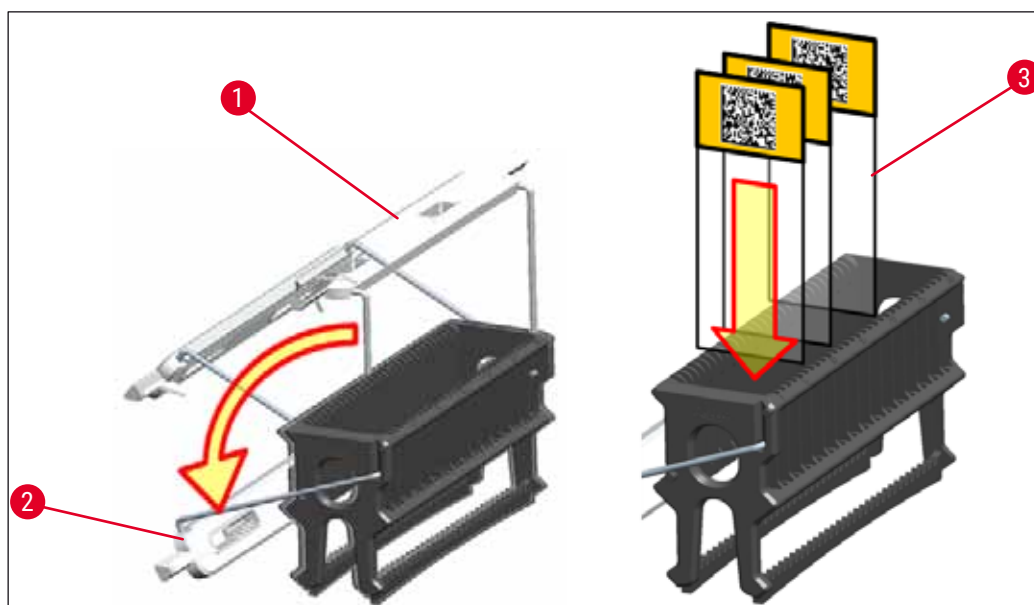

Fig. 81
- Quest'ultimo è contrassegnato dal logo Leica. A maniglia innestata, guardandola si deve leggere **FRONT** (→ "Fig. 81").
1. Chiudere la maniglia del portavetrini in posizione verticale (→ "Fig. 81").